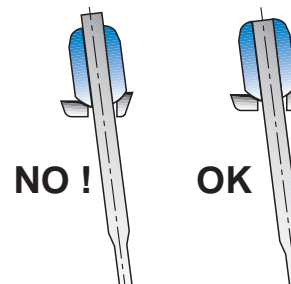

Fig.56
- Tendez le nouveau rayon en vissant l'écrou jusqu'à porter l'extrémité du rayon à ras du fond de l'écrou (Fig. 56), en contrôlant toujours que la plaquette reste en position correcte.
- Tensar el nuevo radio enroscando la tuerca hasta que el extremo del radio quede a ras del fondo de la tuerca (Fig. 56), controlando siempre que la placa permanezca en la posición correcta.
- Tensionate il nuovo raggio avvitando il dado fino a portare l'estremità del raggio a filo del fondo del dado (Fig. 56), controllando sempre che la piastrina rimangano in posizione corretta.
- Tension the new spoke by tightening the nut until the end of the spoke is snug against the nut (Fig. 56), always making sure that the plates remain in the correct position.
- Die neue Speiche spannen und dabei die Mutter so lange anziehen bis das Ende der Speiche bündig mit der Simfläche der Mutter abschließt (Abb. 56) und ständig überprüfen, ob das Plättchen weiter korrekt ausgerichtet bleibt.
nut is (fig. 56). Zorg ervoor dat het plaatje in de juiste richting blijft staan.
- Span de nieuwe spaak door de spaak in de moer te draaien (fig. 56). Overtuig uzelf ervan dat het plaatje in de juiste positie staat.